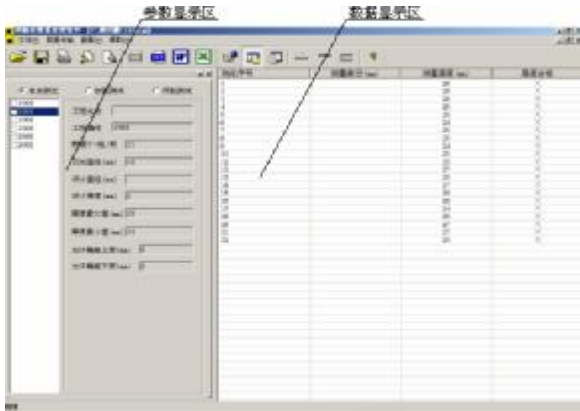

图 6-17
(1) 单点测试：当用户选择单点测试时，与单点测试相对应的项目编号就会显示在项目编号列表中，并且窗口显示区中会弹出图 6-17 所表示的窗口，这时窗口显示区中包含两部分：参数显示区和数据显示区。